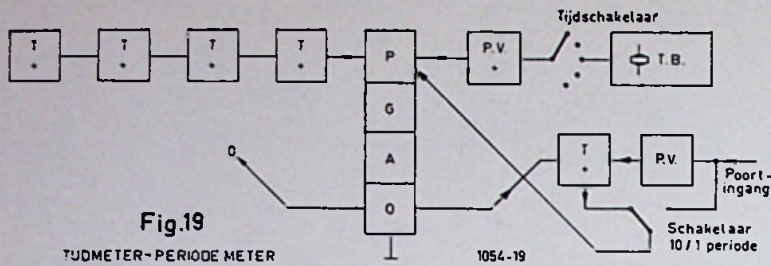

Fig.19
b) Tijdmeter-periodenteller, fig. 19 Hier worden de tijdbasisimpulsen aan de telingang toegevoerd, omschakelbaar op bv. (1) — 10 — 100 micro S. 1 — 10 — 100 — 1000 m.sec. De poort wordt bestuurd door het te meten signaal.